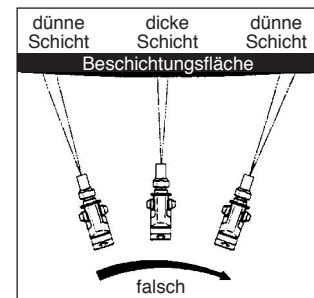

Abb. 28: Nicht wedeln!
- Achten Sie auf gleichmäßige Geschwindigkeit und führen Sie die Spritzpistole parallel zur Beschichtungsfläche. Wedeln mit der Spritzpistole führt zu ungleichmäßiger Beschichtung (Abb. 28).